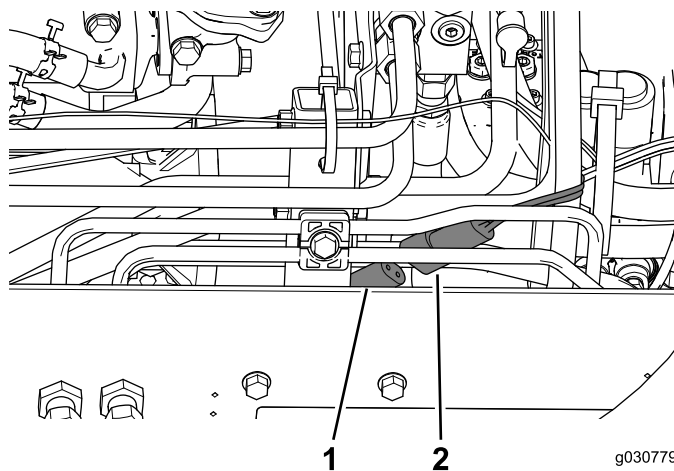

Bild 46
2. Schließen Sie den Stromanschluss der Kabine am Anschluss an der rechten Seite der Maschine an (Bild 46).